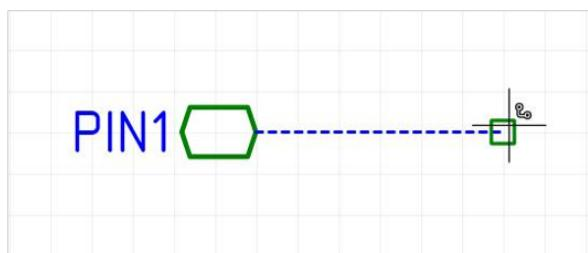

Рис. 269 Размещение цепи от порта
6. Разместите порт на схеме, см. Рис. 269. Положение порта будет зафиксировано, после этого активируется размещение цепи/шины. Размещение цепи/шины осуществляется стандартными способами.